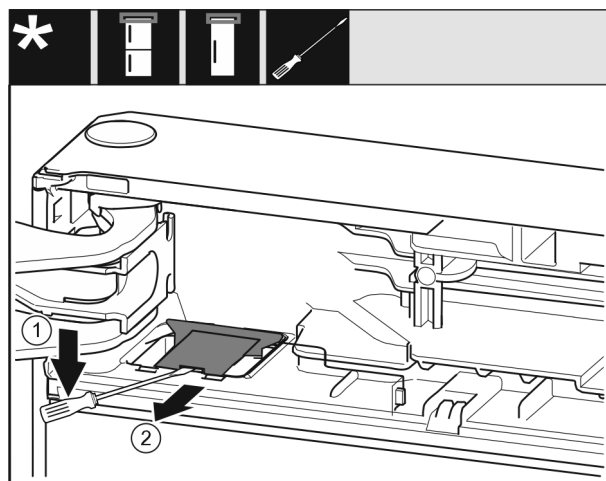

Fig. 11
► Plochým šroubovákem uvolněte kryt a zvedněte jej nahoru. Fig. 11 (1)
► Sejměte kryt. Fig. 11 (2)